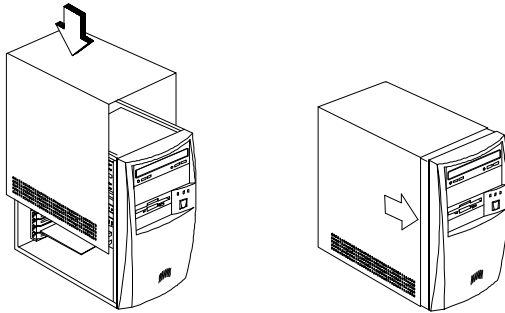

Abbildung 4-3 Gehäuseabdeckung wiederaufsetzen
1. Setzen Sie die Gehäuseabdeckung wieder auf, wie in Abbildung 4-3 gezeigt ist.